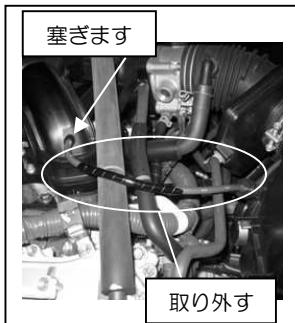

図2
- ②インマニへ繋がっているバキュームホースを外し付属のゴムキャップで塞ぎます。図2参照